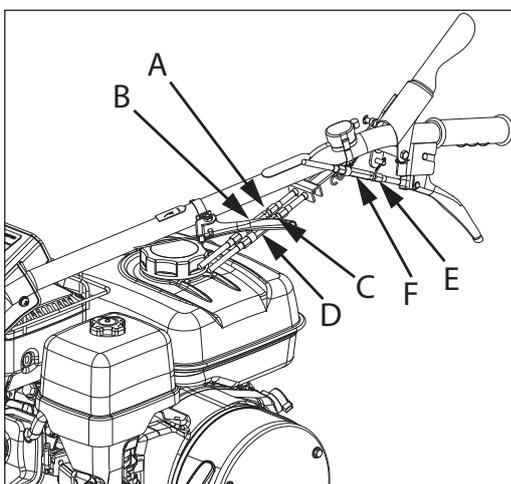

Bild 17
- Wenn der Fahrtrieb sich nicht einschalten lässt, obwohl der Kupplungshebel gezogen wird, oder der Keilriemen rutscht, gehen Sie wie folgt vor: Lösen Sie die Sicherungsmutter (Abb. A und C, Bild 17) am Bowdenzug des Fahrtriebes und ziehen Sie die Stellmutter (Abb. B und D, Bild 17) etwas fester an. Prüfen Sie das Ergebnis. Lässt sich der Fahrtrieb wieder ordnungsgemäß schalten, ziehen Sie die Sicherungsmutter (Abb. A und C, Bild 17) wieder fest an.
- Wird der Fahrtrieb zugeschaltet, obwohl der Kupplungshebel nicht betätigt wird, muss entsprechend die Stellmutter (Abb. B und D, Bild 17) etwas gelöst werden. Überprüfen Sie auch hier das Ergebnis und ziehen Sie die Sicherungsmutter (Abb. A und C, Bild 17) wieder fest an.
Lösen Sie die Sicherungsmutter (Abb. E Bild 17 & 18). Stellen Sie die Stellmutter (Abb. F Bild 17 & 18) ein. Prüfen Sie das Ergebnis und regulieren Sie nach, wenn erforderlich. Ziehen Sie die Sicherungsmutter wieder fest an.